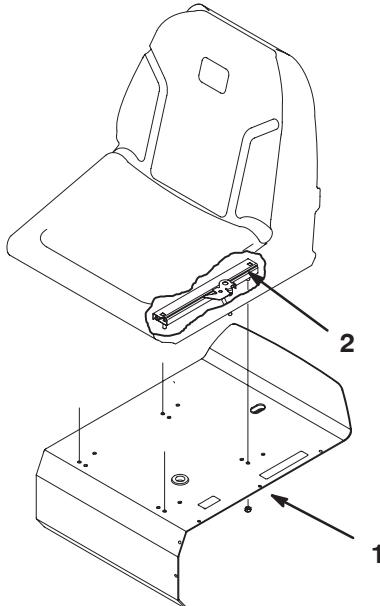

Bild 3
3. Befestigen Sie die Sitzführungen mit den vier Sicherungsmuttern (5/16 Zoll) (Bild 3), die den losen Teilen beiliegen, an der Sitzstütze.